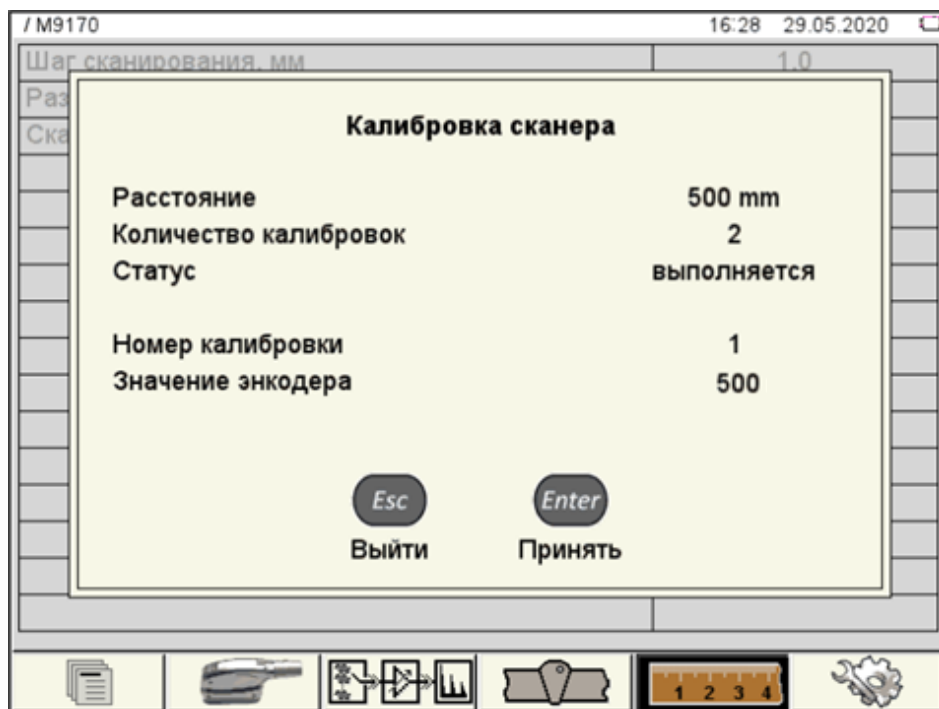

Рисунок 37
– Нажать клавишу **Enter** (Начать), при этом индикаторы на корпусе прибора  начнут одновременно мигать, показывая, что необходимо перемещение сканирующего устройства между метками. Начать перемещение сканирующего устройства в выбранном диапазоне. При достижении конечной метки нажать клавишу **Enter** (Принять) (рисунок 37) – индикаторы  горят постоянно.